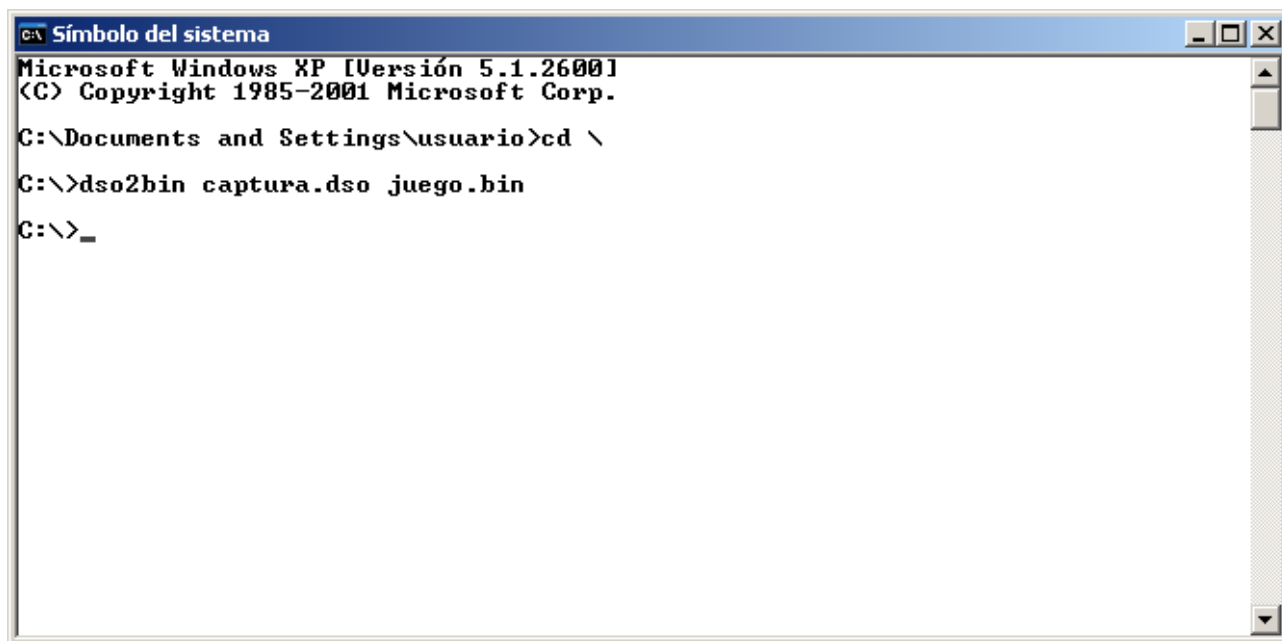

Figura 6. CMD de MS.Windows.
2.2. En la línea de comandos hay que utilizar dos comandos: `cd` y `dso2bin`. El primero establece la carpeta sobre la que trabajaremos y el segundo extrae del fichero *captura.dso* los datos correspondientes al contenido de la ROM y los escribe en el fichero *juego.bin*. Esto se muestra en la figura 6.